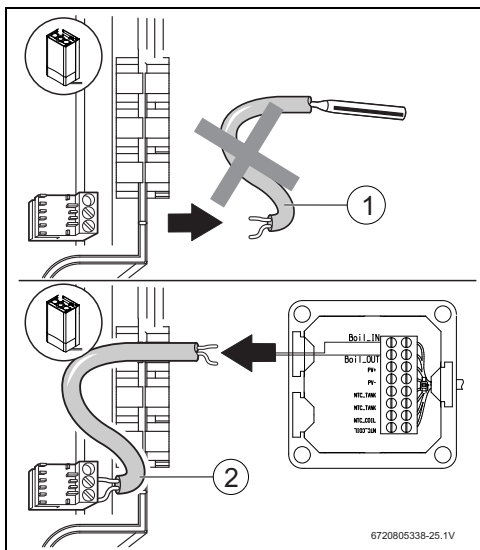

Fig. 10
- ▶ Rimuovere la sonda NTC della caldaia per il controllo del bollitore (fig. 10, [1]).
- ▶ Collegare su questi collegamenti della caldaia entrambi i conduttori del cavo supplementare (fig. 10, [2]).